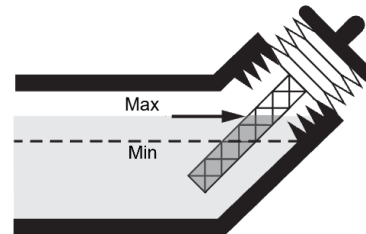

Fig. 7
- Pulire l'area attorno al bocchettone di riempimento dell'olio e rimuovere il tappo di riempimento dell'olio motore (11).
- Rimuovere l'astina di livello e verificare che il livello dell'olio sia compreso tra i segni MIN e MAX. Vedere la Fig. 7 per l'illustrazione.